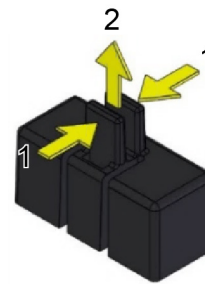

Abb. 53: Installieren ext. Spannungsversorgung Abb. 54: Demontieren der Anschlusskappen
- Auf die Sperre (Abb. 52, Pos. 1) drücken und die Kabel vorsichtig herausziehen, um den Anschluss der Modembatterie (Abb. 53, Pos. 3) zu trennen.
- Die Kappen des Anschlusses (Abb. 53, Pos. 2) in SLOT 5 entfernen. Dazu die Hebel der Kappe (Abb. 54, Pos. 1) mit einer Zange vorsichtig herunterdrücken. Dadurch wird die Sperre gelöst und die Kappe freigegeben, um sie nach oben (Abb. 54, Pos. 2) entnehmen zu können.
- Die Batteriekabel von der Halterung (Abb. 53, Pos. 4) lösen.
- Die Befestigungsschrauben (Abb. 53, Pos. 1) lösen.